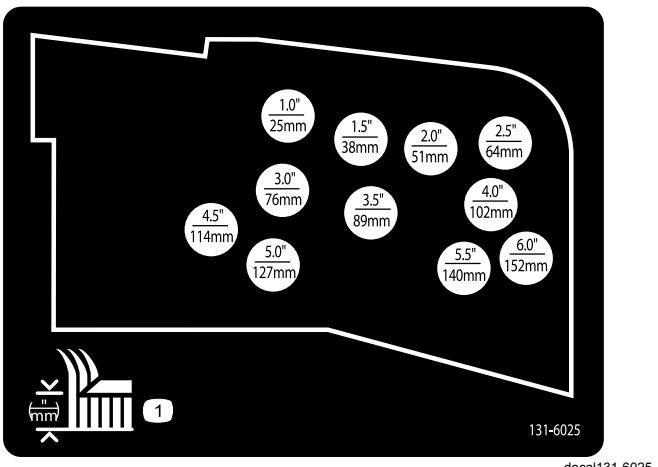

Figura 19
10. Monte as correntes da altura de corte no orifício da altura de corte desejada com o passador de forquilha e perno de ganho (Figura 19).